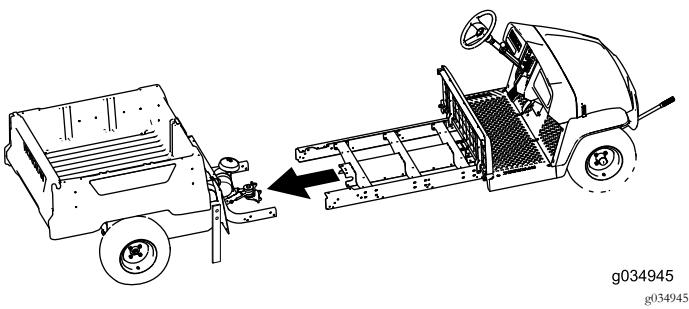

図 27
7. もう一人に手伝ってもらって、車体の前半分と後半分を接合する図27。